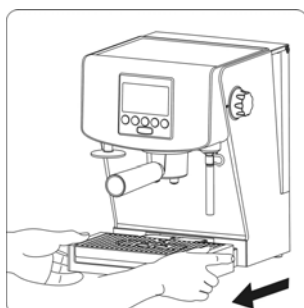

Рис.12
- 18.4. Поставь эспресс вверх ногами и сними решётку фильтра с головки фильтра (4) откручивая решётку при помощи отвёртки (Рис. 12).